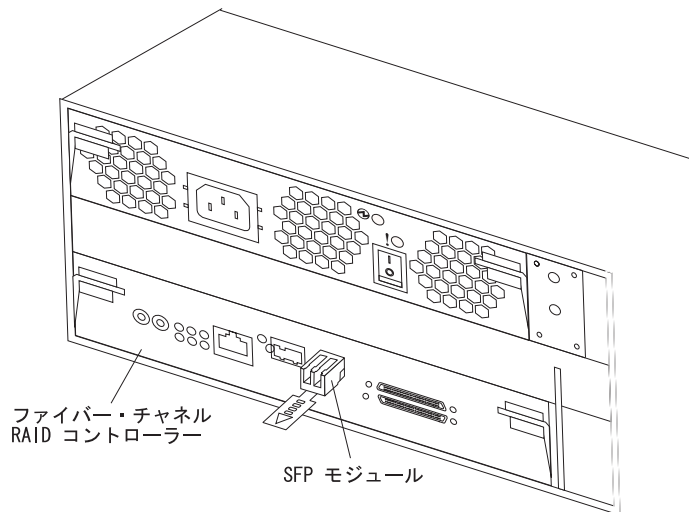

図 18. ホスト・コネクタへの SFP モジュールの取り付け
4. プラスチック・タブまたはワイヤー・タブが下になるように SFP モジュールを回転させてから、ホスト・コネクタの定位置にカチッと固定されるまで挿入します。図 18 を参照してください。